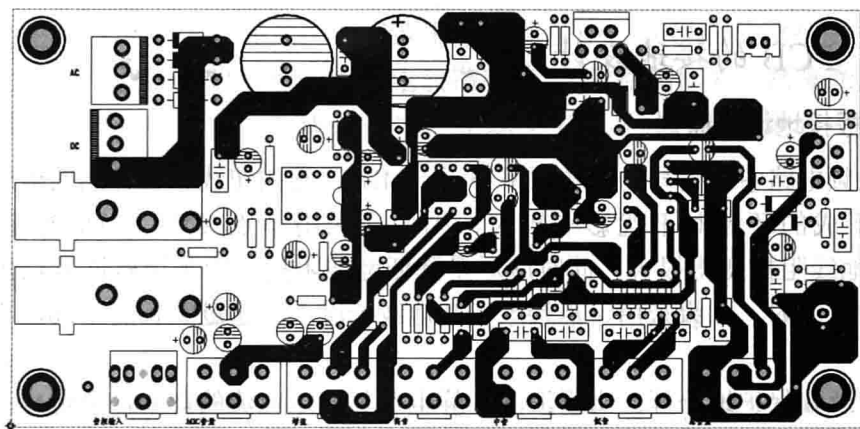
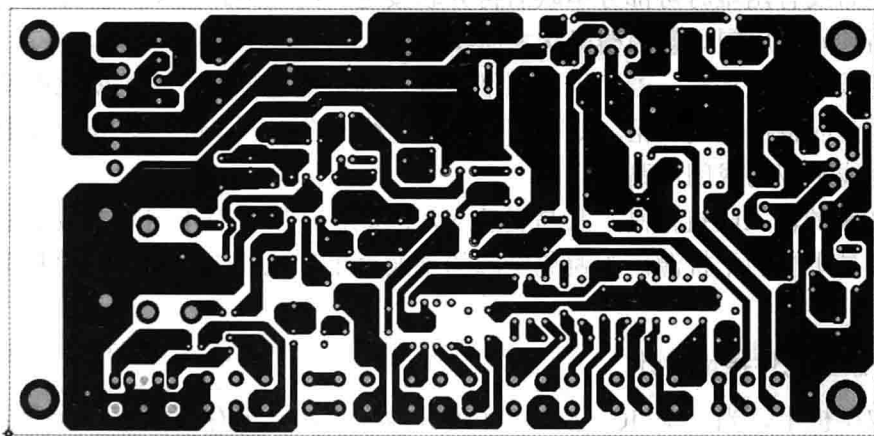

图 10-6 功放电路 PCB 布线图 (TOP 层)
图 10-7 功放电路 PCB 布线图 (Bottom 层)
(1) PCB 板的布局尺寸为 100mm×100mm。
(2) PCB 布线如图 10-6 和图 10-7 所示。布线基本规则如下：
- ① 电气实体最小间距为 1mm。
- ② 普通导线线宽为 1mm，地线和电源线线宽为 1.8mm。
- ③ 双面布线，主要布线层为 BottomLayer。
- ④ 布线的拓扑及布线的策略都采用默认的设置。